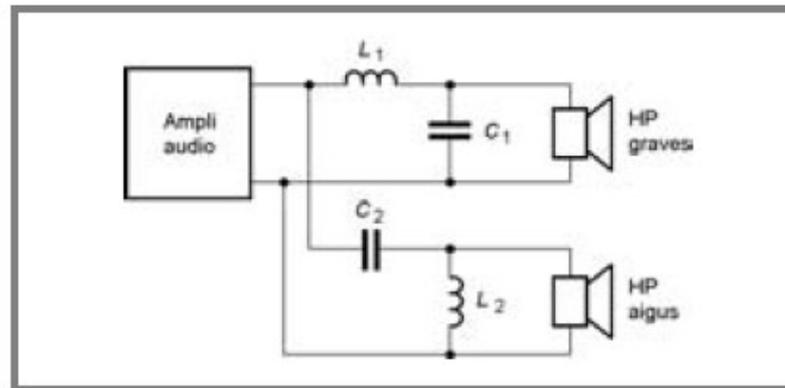

**Figure 2.21 - Condensateur de découplage sur une ligne d'alimentation.**
- On trouve les condensateurs de découplage connectés sur les lignes d'alimentation d'un montage (*figure 2.21*). La tension d'alimentation est normalement continue et le condensateur se charge lors de la mise sous tension du montage et conserve cette charge. En réalité, la tension continue d'alimentation n'est pas rigoureusement constante à cause des parasites et des chutes de